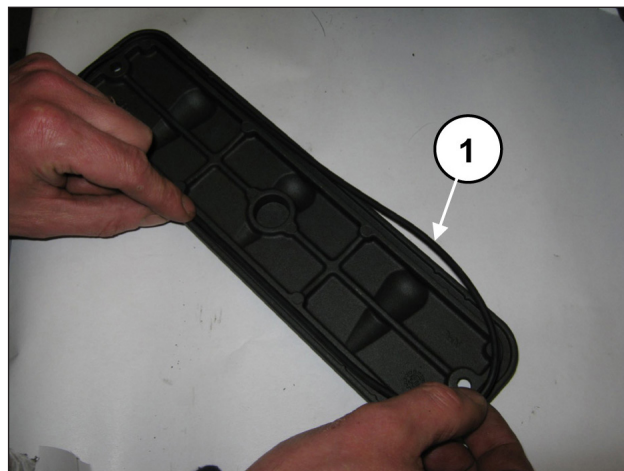
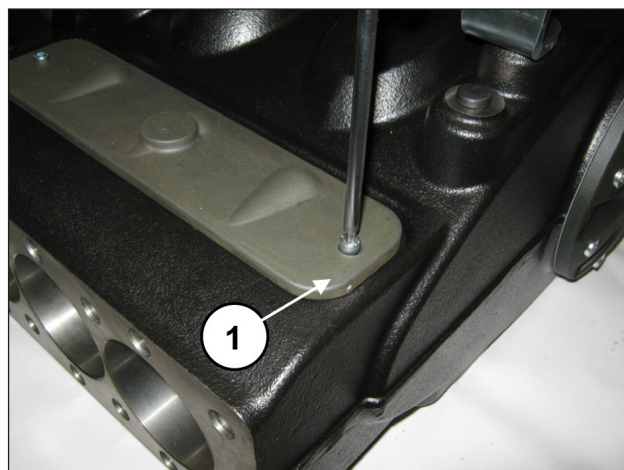

Рис. 93
Рис. 94
Установите смотровые крышки с уплотнительными кольцами O-ring (поз. ①, Рис. 93) и затяните их с помощью 2 винтов M6x14 (поз. ①, Рис. 94) и 2 винтов M6x40. Откалибруйте винты с помощью динамометрического ключа, как указано в главе 3 КАЛИБРОВКА ЗАТЯЖКИ ВИНТОВ.